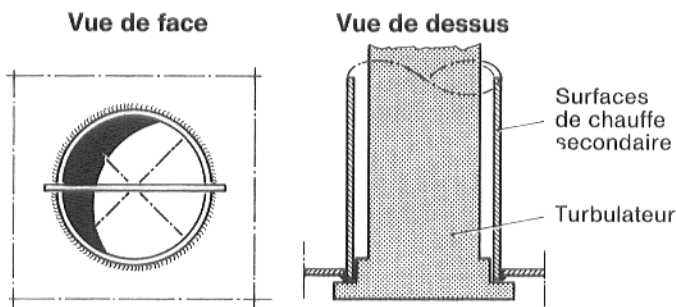

Fig. 23
5. Retirer le couvercle de l'ouverture de nettoyage sur le côté de la chaudière (fig. 23)